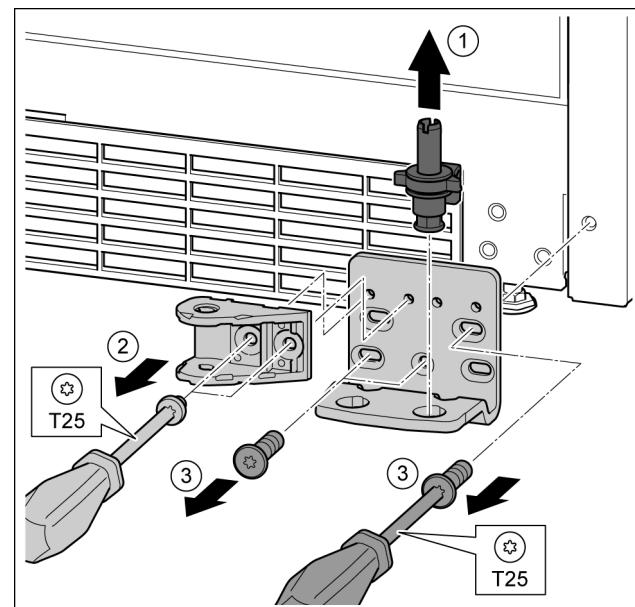

Fig. 35
- ▶ Опорний гвинт цілком витягніть рухом вгору. Fig. 35 (1)
- ▶ Викрутіть гвинти за допомогою викрутки T25 та зніміть з'єднувальний елемент демпфера. Fig. 35 (2)
- ▶ Викрутіть гвинти за допомогою викрутки T25 та зніміть опорний кронштейн. Fig. 35 (3)